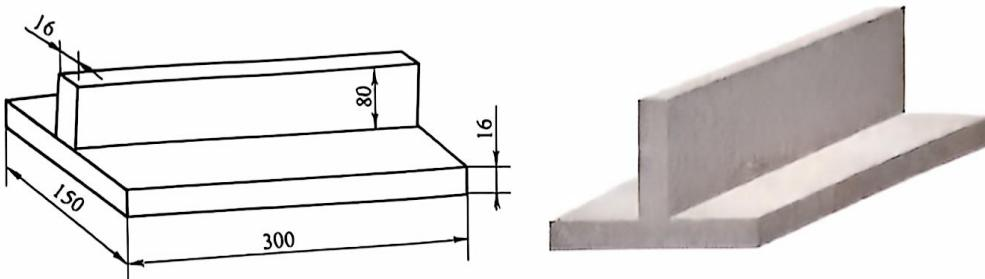

图2-20 中厚板T形角接产品的结构和尺寸
(1) 焊件结构和尺寸 中厚板T形角接产品的结构和尺寸如图2-20所示。